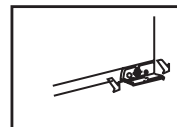

图1
- 1) 将洗衣程序处于停止位置,将洗衣机内残水排出。用手打开过滤器门(如图1);(注意:如果洗衣机内有热水请等热水冷却后进行)